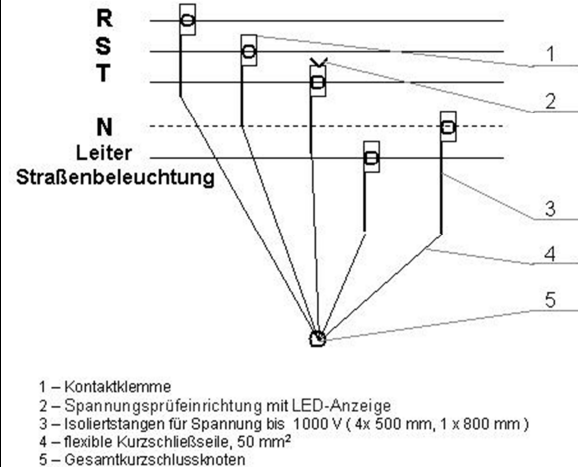

Abb. 3. Bauform der tragbaren Erdung für Freileitungen bis 1000 V.
– **Die Kurzschließvorrichtung** besteht aus 5 Leiteranschlussklemmen (1 – sieh. Abb. 3), aus 5 Isolierstangen (3) für Spannung bis 1000V, die daran starr angeschlossenen sind, und aus fünf damit verbundenen flexiblen Seilen (4) mit Querschnitt von 35 mm² (Cu) und Länge von 600 mm, die an einem gemeinsamen Punkt kurzgeschlossen sind (5). Die Isolierstangen müssen signalgelbe Farbe haben und die folgenden Längen aufweisen: 4 Stangen müssen 500mm lang sein und eine Isolierstange muss eine Länge von 800 mm aufweisen. Die Isolierstangen sollen aus Polyesterrohren sein, armiert mit Glasfasern, mit Durchmesser 20 mm, mit innerer elektrischer Leitung mit Querschnitt 35 mm² (Cu), als Verbindungselement zwischen den Kontaktklemmen und den flexiblen Seilen für Kurzschließen. Die Isolierstangen müssen mit isolierten Handgriffen, mit Schutzring und Rippung gegen Verrutschen sowie mit Schutzvorrichtung gegen Biegung an den Verbindungsstellen mit den flexiblen Seilen ausgerüstet sein. Jede Erdung ist mit einer zuverlässigen
– **Die Kurzschließvorrichtung** besteht aus 2 Leiteranschlussklemmen (1 – s. Abb. 3) mit 2 fest daran angeschlossenen Isolierstangen (2) für Spannung bis 1000 V und damit verbundenem flexiblem Seil (3) mit Querschnitt von $35 \text{ mm}^2(\text{Cu})$ und Länge von 1200 мм. Die Isolierstangen müssen signalgelbe Farbe haben und die folgenden Längen aufweisen: 2 Stangen je 500 мм lang. Die Isolierstangen sollen aus Polyesterrohren sein, armiert mit Glasfasern, mit Durch-